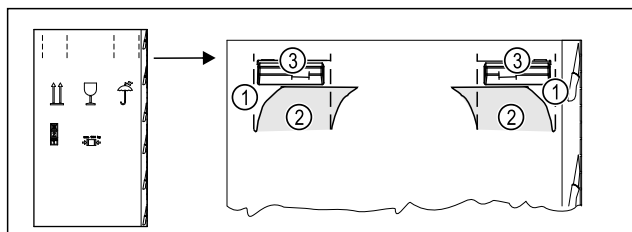

Fig. 4 *
- ▶ Vtlačte obalový karton nahoře na perforaci Fig. 4 (1).*
- ▶ Vytáhněte vtlačené spojky Fig. 4 (2).*
- ▶ Pravá a levá rukojeť Fig. 4 (3) je viditelná.*
- ▶ Držte spotřebič za rukojeť Fig. 4 (3).*
- ▶ Vytáhněte vtlačené spojky (2).